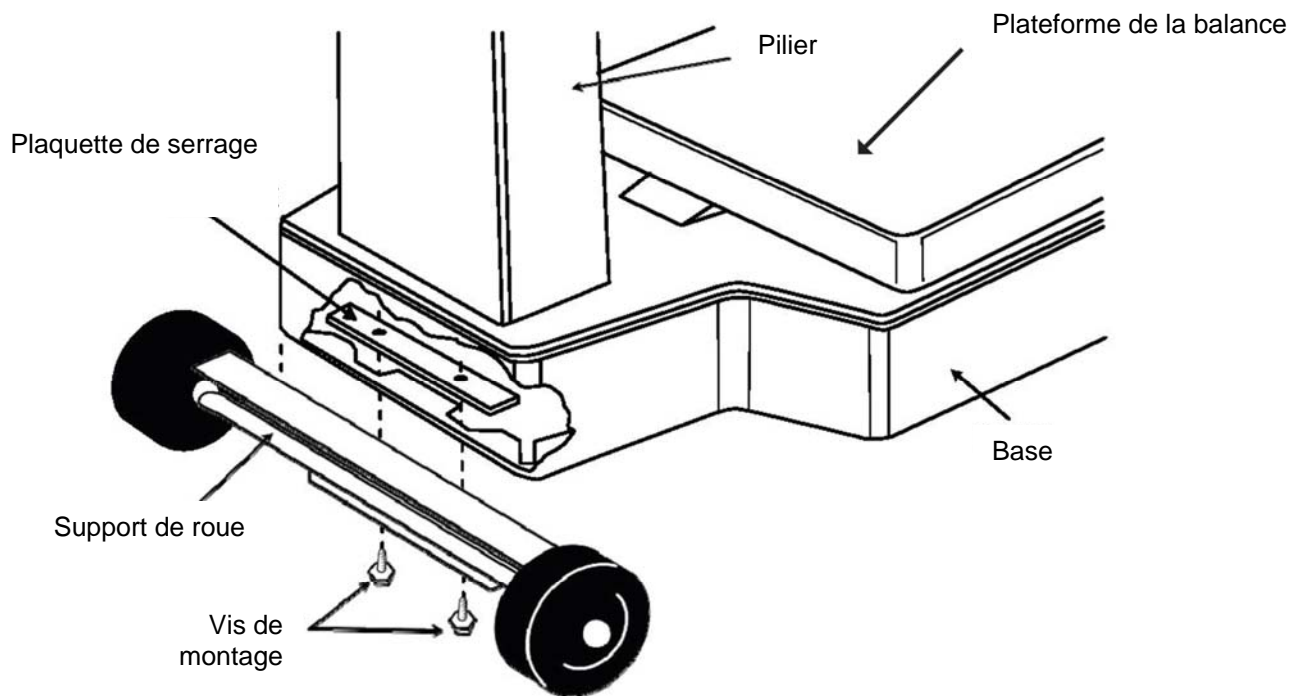

Figure 8
7. Retirez les vis de montage fixant la plaquette de serrage sur le support de roue. (voir la figure 8 à la page 11)